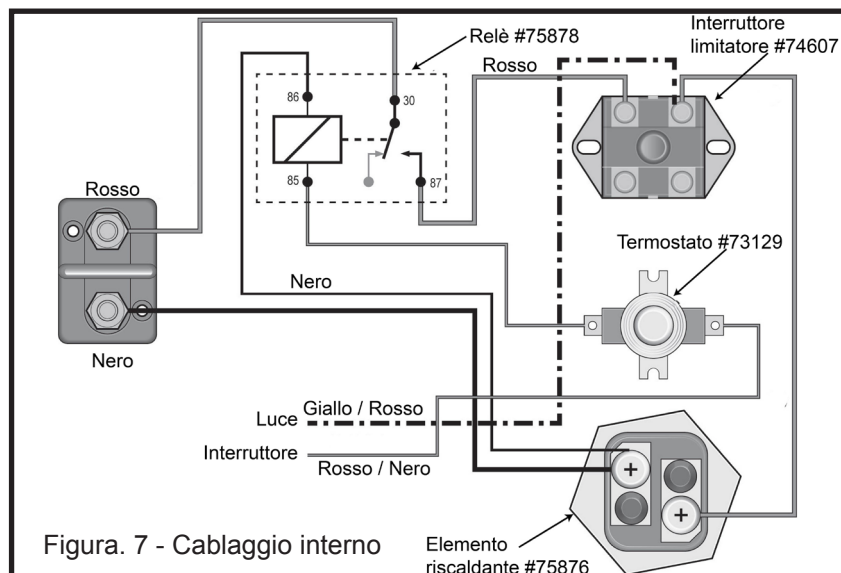

Figura 7 - Cablaggio interno
I seguenti articoli di servizio sono disponibili presso Whale® per questo scaldabagno (figura 7).
**NOTA:** La figura 7 illustra il cablaggio interno di questo scaldacqua. Per ottenere consigli in merito all'assistenza di qualsiasi componente evidenziato vi invitiamo a contattare il supporto Whale® (sezione 13) o un elettricista nautico.